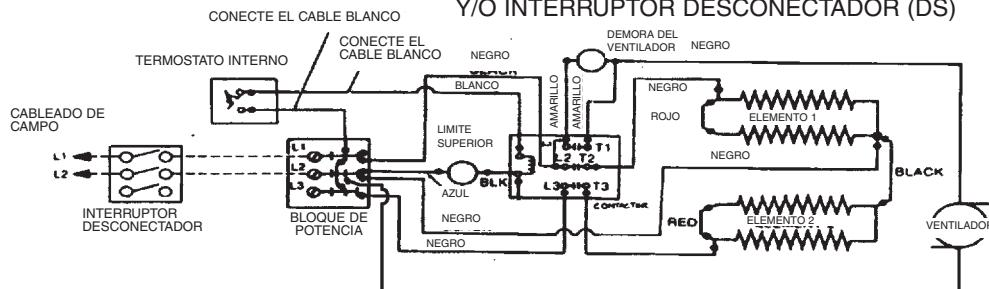

Figura 3
- Conecte los cables blancos del calentador a los terminales "L2" y "cycle" ("ciclo") en el termostato según se muestra en el esquema eléctrico, Figura 3.